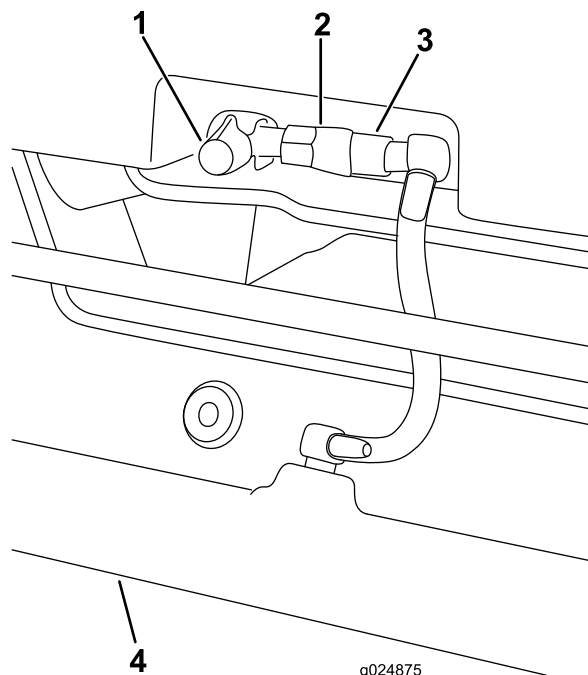

Figure 10
- Vérifiez le collecteur d'arrosage (Figure 10) et éliminez les saletés ou débris.
1. Détacher le coupleur de valve (Figure 10).